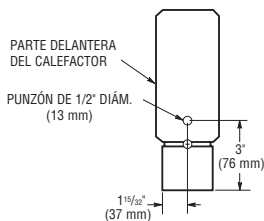

Figura 9. Plantilla de taladrado de tapa de extremo
5. Los cables de suministro de energía pueden enrutarse de calefactor a calefactor taladrando un orificio de $\frac{1}{2}$ pulgada (13 mm) de diámetro en las tapas de extremo para los calefactores que encajan entre sí. Vea la Figura 9. Para evitar posible daño a los cables interiores del calefactor, todo taladrado/perforación de las tapas de extremo debe realizarse con las tapas de extremo estando removidas fuera del calefactor.